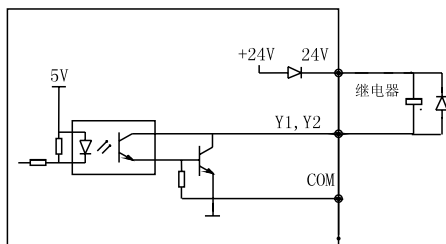

图 3-14 多功能输出端子接线方式
1) 多功能输出端子Y1、Y2可使用变频器内部的24V电源，接线方式请参见图3-14。